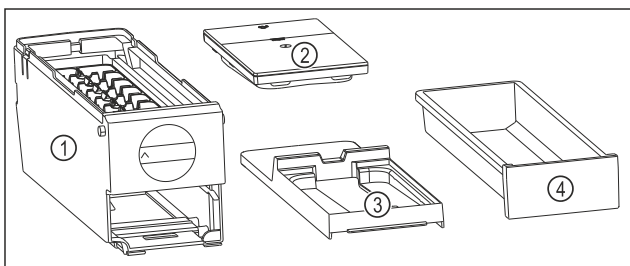

Fig. 107 Составные части EasyTwist-Ice
- ▶ EasyTwist-Ice разобран на четыре части. (см. Fig. 107)
- ▶ Разбирайте EasyTwist-Ice только на составные части, представленные на рисунке. (см. Fig. 107)
- ▶ Очищайте корпус EasyTwist-Ice Fig. 107 (1) как цельное устройство.